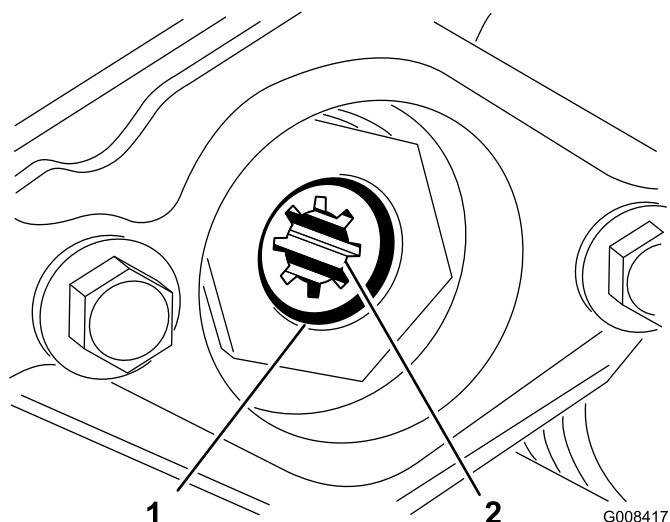

図 15
- D. 駆動カップラをリール・チューブに固定しているスナップ・リングを取る（図 15）。駆動カップラを取り外す。